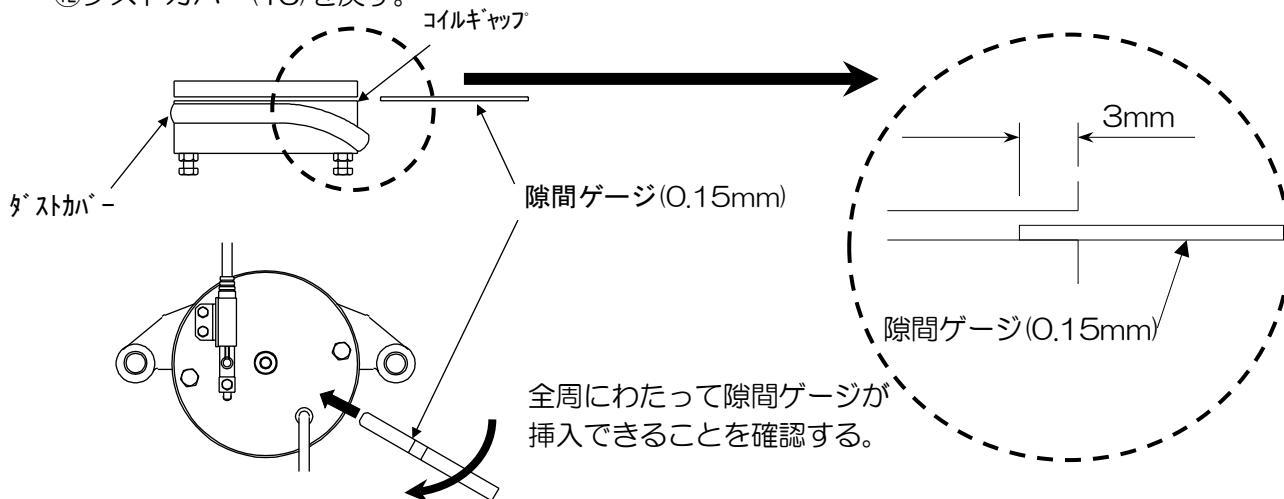

図4 コイルギャップの確認(全周)
⑨ダストカバー(15)をすらす。
⑩0.15mmの隙間ゲージをコイルギャップ(アーマチュア(1)とフィールド(2)の間)に挿入し、全周にわたって3mm以上隙間ゲージが挿入できることを確認する。(図4参照)
⑪全周に0.15mmの隙間ゲージが挿入できなかった場合は、当社に連絡願います。
⑫ダストカバー(15)を戻す。